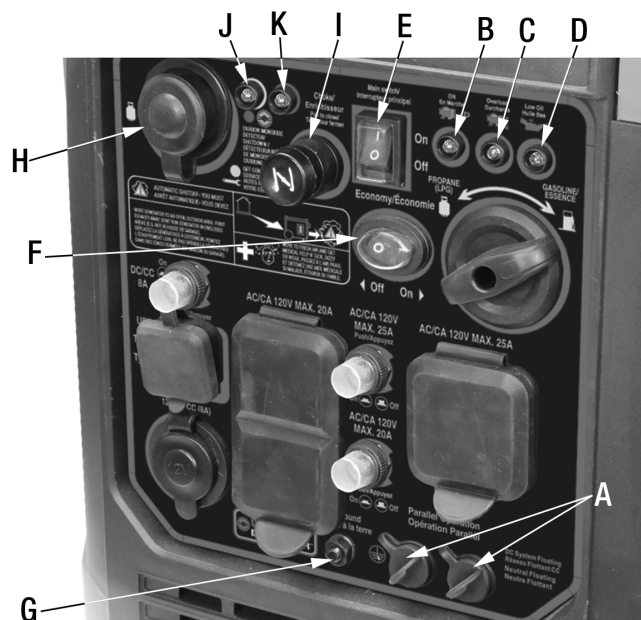

Figure 11
- **PORTS CONNECTIVITÉ PARALLÈL-(A) FIG.11.** Il est possible de brancher deux génératrices à inverseur identiques ensemble en utilisant un Câble de Jumelage en option pour une sortie de puissance combinée. Pour plus d'information suivre les instructions fournies avec le Câble de Jumelage en option.
- **VOYANTS -(B, C, D) FIG.11.**
Le voyant **Niveau d'Huile Bas** (D) Fig.11 s'allumera lorsque que le niveau d'huile dans le carter est trop bas, le moteur ne peut être démarré. Ajoutez de l'huile au carter si cette lumière s'allume.
- **INTERRUPTEUR PRINCIPAL MARCHÉ/ARRÊT -(E) FIG.11.** Pour mettre cette génératrice en marche, cet interrupteur principal marche/arrêt doit d'abord être activé, puis doit être éteint lorsque vous avez fini d'utiliser la génératrice.
- **INTERRUPTEUR MODE ÉCONOMIQUE-(F) FIG.11.** En position "On", le régime du moteur tournera au ralenti automatiquement lorsqu'une charge est débranchée et retournera à sa vitesse normale une fois rebranchée, améliorant la consommation de carburant. Notez bien qu'il est nécessaire d'éteindre (position "Off") l'interrupteur mode économique avant d'utiliser l'appareil électrique.
- **BORNE DE MISE À LA TERRE -(G) FIG.11.** Fixez un fil électrique à cette borne et effectuez la mise à la terre.
- **RACCORD DE PROPANE -(H) FIG.11.** Le câble de propane fourni est branché à ce raccord de propane.
- **ENRICHISSSEUR -(I) FIG.11.** Pour les démarrages à froid, tirez le bouton de l'enrichisseur avant de démarrer, une fois le moteur allumé, repoussez le bouton de l'enrichisseur. Aucun étrangleur n'est nécessaire lors du démarrage d'un moteur chaud.
- **VOYANTS CO DETECTOR/SERVICE- (J ET K) FIG.11.** Le système de sécurité CO DETECTOR est conçu pour détecter les niveaux nocifs de CO (Monoxyde de carbone) dans la zone de travail de la génératrice et arrête automatiquement la génératrice. Le voyant CO DETECTOR (K) Fig.11 s'allumera lors d'un arrêt. La génératrice peut être redémarrée, mais peut s'arrêter à nouveau si des niveaux nocifs de CO sont toujours présents. Déplacez la génératrice vers un nouvel emplacement et redémarrez. Cette génératrice comprend également un voyant de service (J) Fig.11. Ce voyant s'allume lorsque le CO DETECTOR est en panne, lorsque la batterie est basse tension ou lorsque la température du moteur est trop élevée. Arrêtez la génératrice, faites inspecter le CO DETECTOR, vérifiez la tension de la batterie ou laissez le moteur refroidir. Redémarrez la génératrice et attendez 5 minutes pour voir si le voyant de service se rallume. N'utilisez pas la génératrice tant que la cause du voyant de service n'a pas été trouvée et résolue.